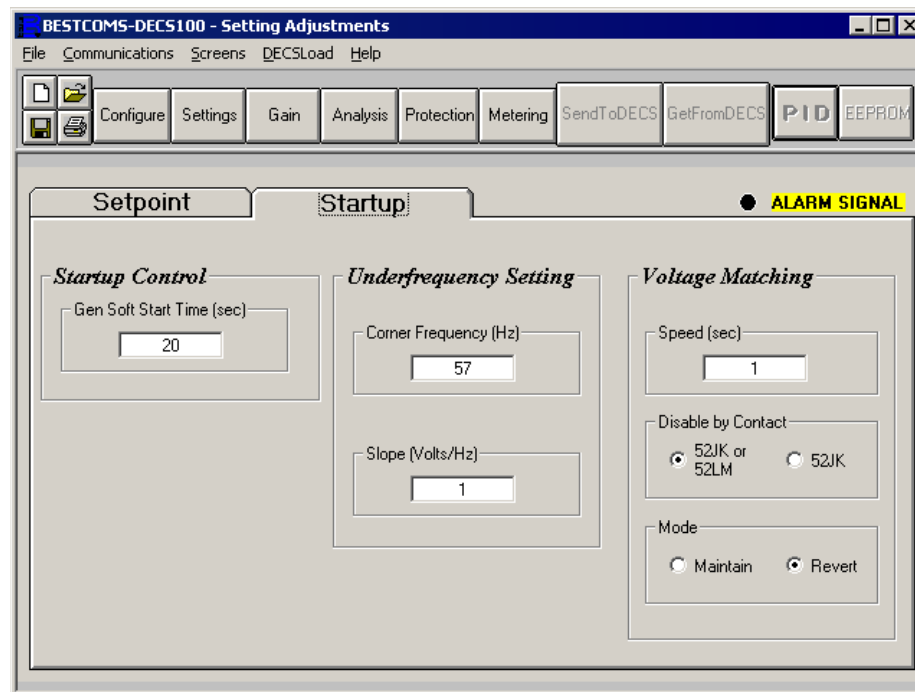

Abbildung 5-8. Fenster Einstellungsänderungen, Register Anlauf
*Fine Voltage Adjustment (Spannung – Feineinstellung) - Band Setting (Bandbreiteneinstellung in %)*. Die Bandbreiteneinstellung bestimmt die zulässige minimale und maximale Korrektur des AVR-Sollwerts (als Prozentsatz der Einstellung für die Reglerabtastspannung (siehe Abbildung 5-8)). Die Werte für die Bandbreiteneinstellung werden als Prozentsatz der Einstellung für die Reglerabtastspannung in einem Bereich von 0 bis 15 % in Schritten von 0,1% eingegeben.
Die Einstellungen des Anlauf-Registers im Fenster Einstellungsänderungen werden in Abbildung 5-8 gezeigt. Alle Einstellungen im Register Anlauf werden in den folgenden Abschnitten beschrieben.